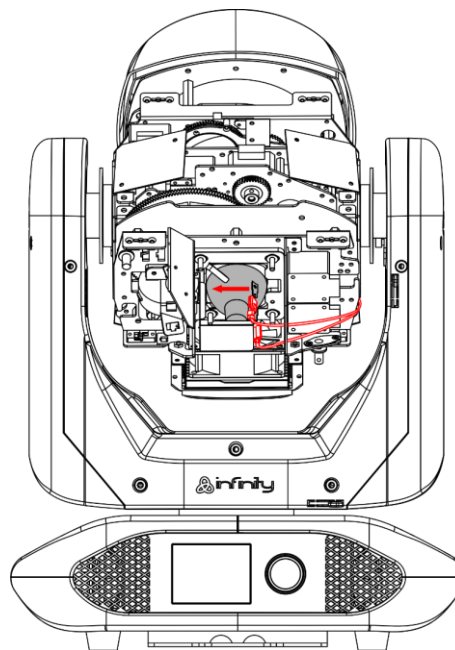

Fig. 04
- 05) Scollegare i 2 cavi dai terminali della lampada (Fig. 04).
- 06) Spingere con attenzione la lampada verso sinistra, controllo alle 2 molle sul lato sinistro (Fig. 04).